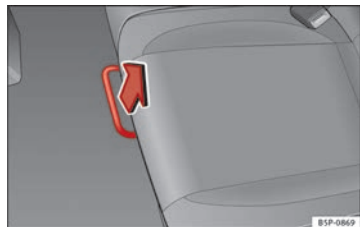

Fig. 90 Barra de desbloqueo del asiento posterior.
- En la posición sentado, desbloquee la palanca en el sentido de la flecha ⇒ fig. 90.